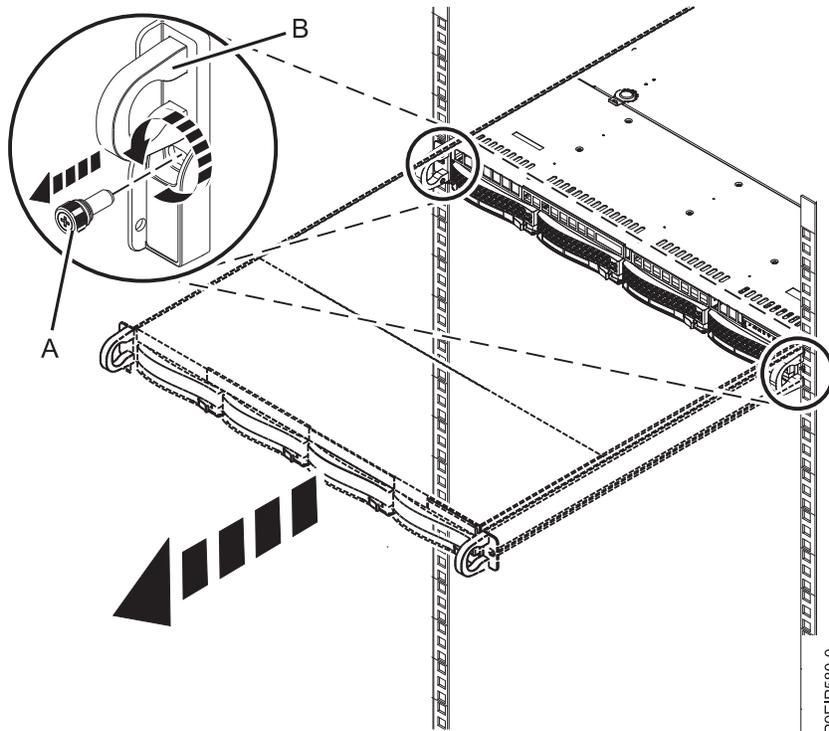

Figura 56. Quitar los tornillos frontales y extraer el sistema del bastidor
2. Quite los tornillos frontales que fijan el sistema al bastidor desde ambos lados del sistema, como se muestra en la Figura 56.